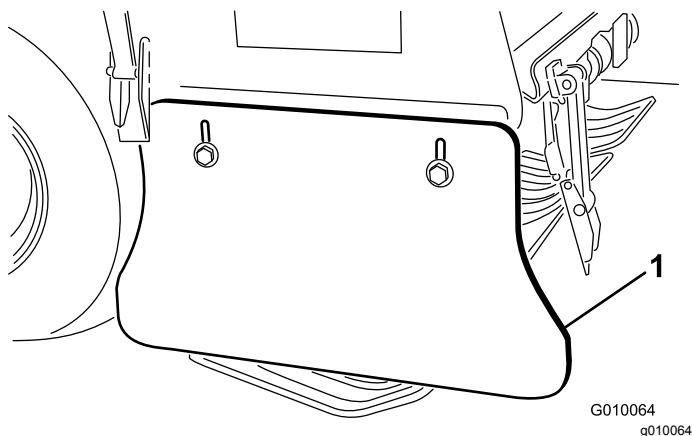

Figure 66
2. Desserrez les boulons et écrous qui fixent le déflecteur latéral au cadre (Figure 66).